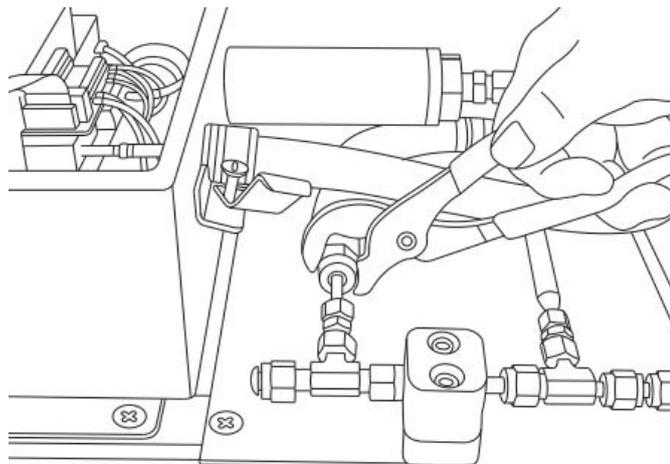

Abbildung 84. Kappe der Kabelverschraubung lösen
5. Mithilfe eines Rollgabelschlüssels die Kappe der Kabelverschraubung auf der Analysetafel durch Drehen nach oben zum Analysator lösen. Kappe der Kabelverschraubung nicht entfernen. Siehe Abbildung 84.